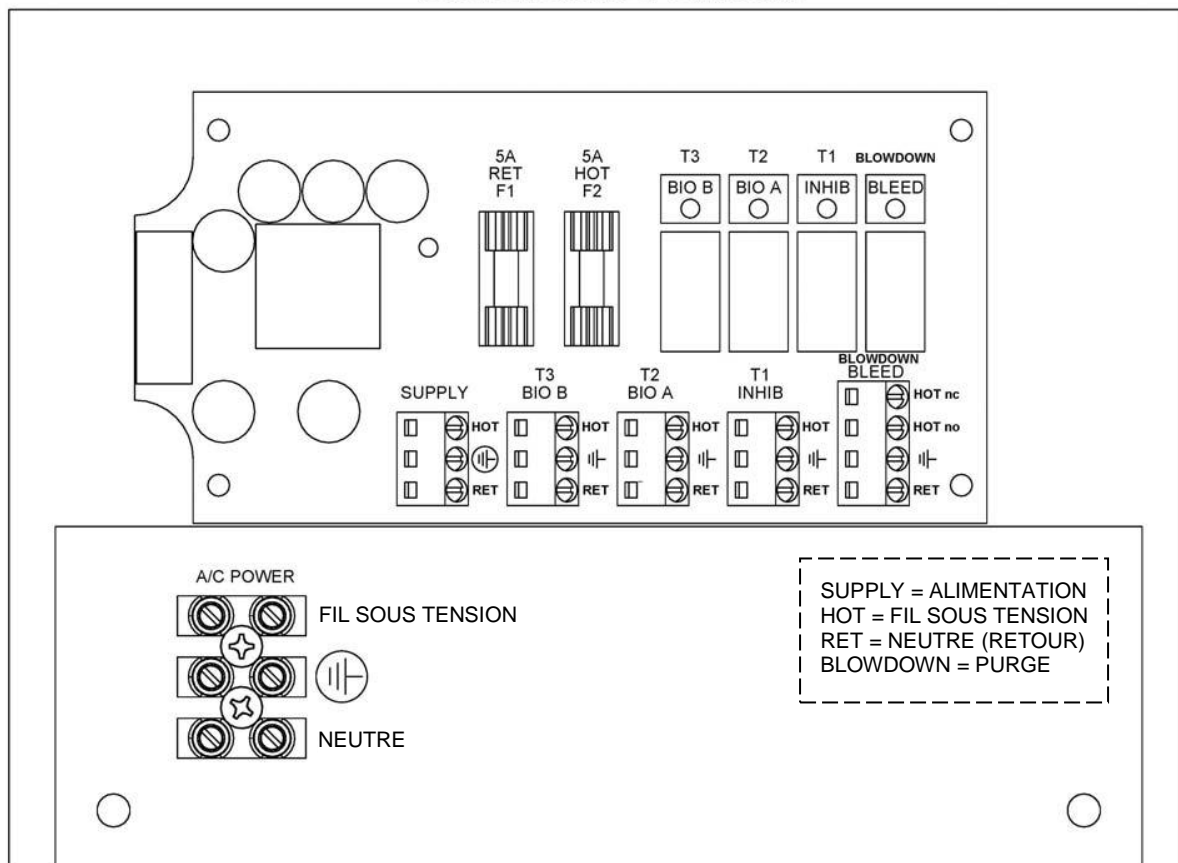

Figure 6
Les circuits électriques d'entrée de MicroVision sont protégés par un fusible sur les deux entrées, le fil sous tension et le neutre, en utilisant des fusibles remplaçables de cinq ampères (Figure 6).
Les contrôleurs pour utilisation avec conduits électriques ont des ouvertures pour les connexions de conduits de câblage réel (*hard wiring*). Voir Figure 6 pour les raccordements d'alimentation d'entrée et de sortie. Utiliser uniquement des fils standard de 18 AWG (1,2 mm²) pour les conduits d'alimentation et les connexions de charge. L'alimentation AC (entrée) est raccordée à travers le répartiteur situé sur le panneau arrière marqué « A/C Power » (Figure 6). La partie supérieure de ce répartiteur est amovible pour faciliter l'accès aux trois (3) vis du connecteur.